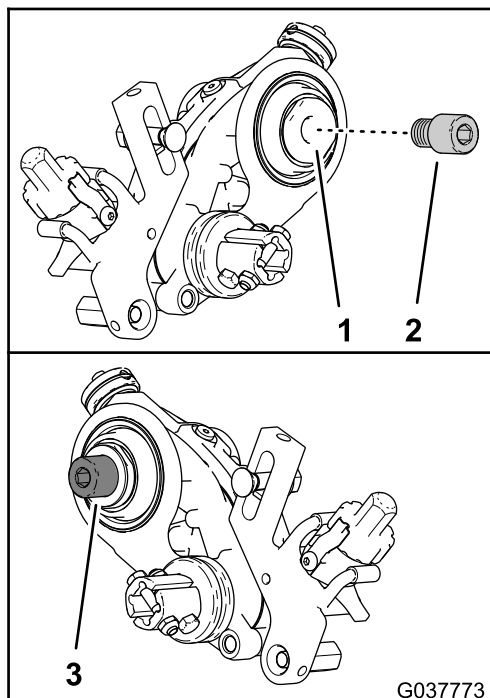

図 6
1. 駆動シャフトの内側に青色ロックングコンパウンドを塗りつける 図 6。
2. 駆動シャフトに、適当なリールアダプタを取り付ける 図 6。使用するアダプタは以下の表で探す。